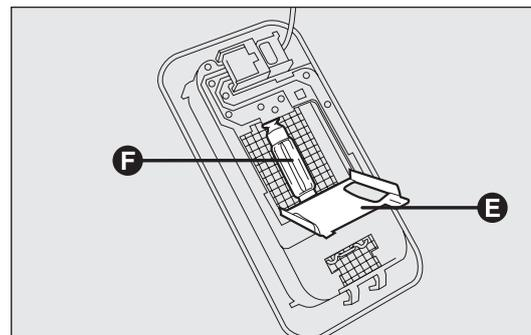

fig. 178
- ouvrir le volet de protection E-fig. 178 ;